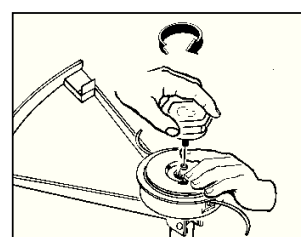

рис. 7G
10. Продолжайте нажимать на бобину, пока ручка не будет накручена на шпиндель ПО ЧАСОВОЙ СТРЕЛКЕ. Затяните ручку надежно, но только усилием руки (рис. 7G).